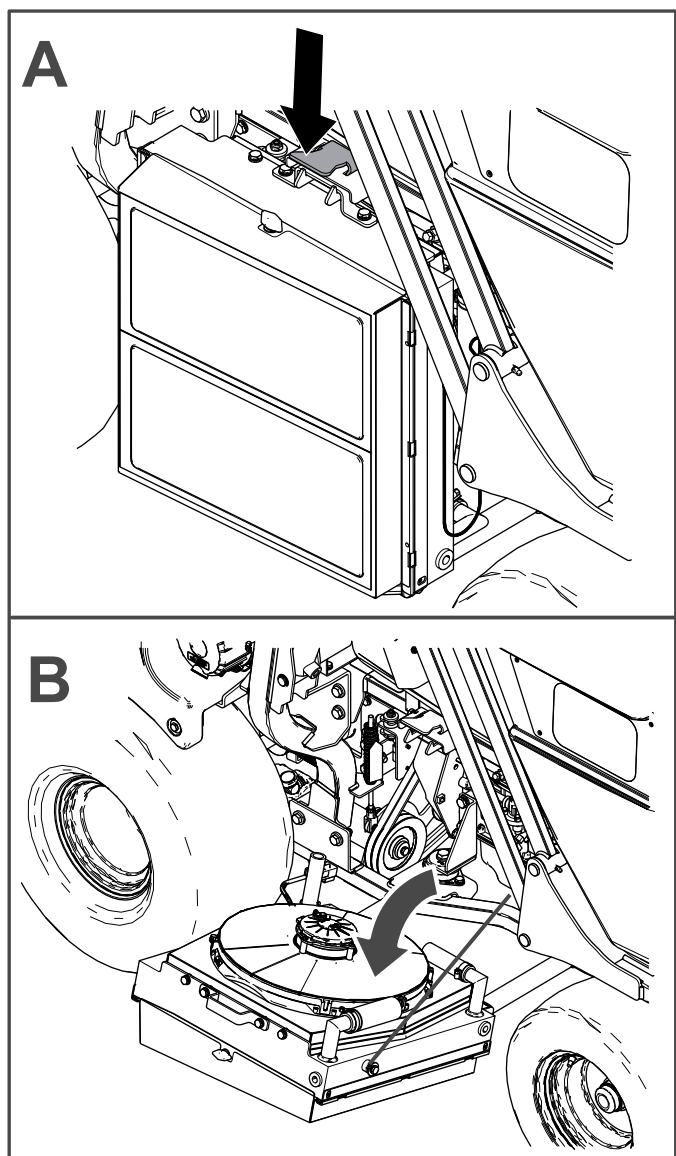

Figura 52
Spingete in basso il fermo e abbassate il radiatore per accedere al motore (Figura 52).
1. Abbassate il radiatore e controllate il livello dell'olio come illustrato nella Figura 52 e nella Figura 56.